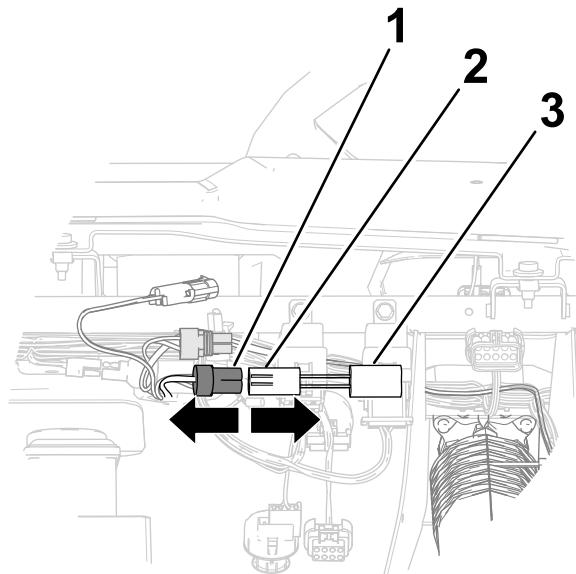

図 13
- B. 遅延タイマーのコネクタから、車両用ハーネスの2ピン・コネクタを外す(図 13)。